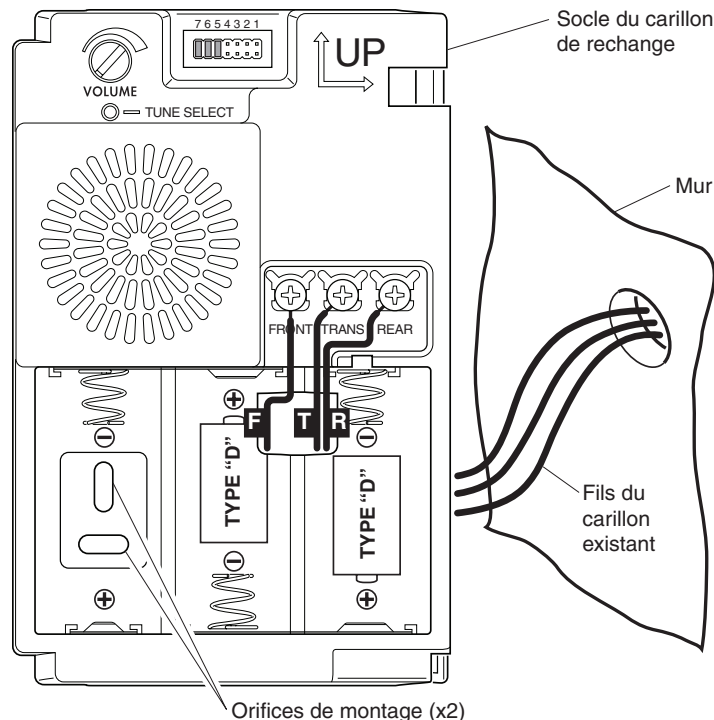

Figure 4
7. Faites passer les fils par les orifices prévus à cet effet dans le socle du nouveau carillon (voir la Figure 4). **Note:** NE METTEZ PAS de piles si le carillon est branché aux fils du transformateur.
9. Branchez le fil « F » à la borne « FRONT ». Branchez ensuite le fil « T » à la borne « TRANS ». Branchez enfin le fil « R » à la borne « REAR »* (voir la Figure 4).